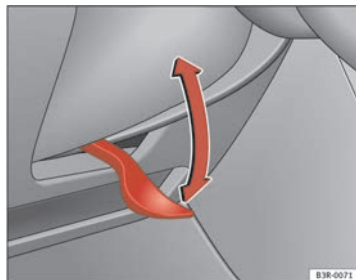

Fig. 134 Palanca debajo de la columna de dirección
- Tire de la palanca ⇒ fig. 134 hacia abajo ⇒